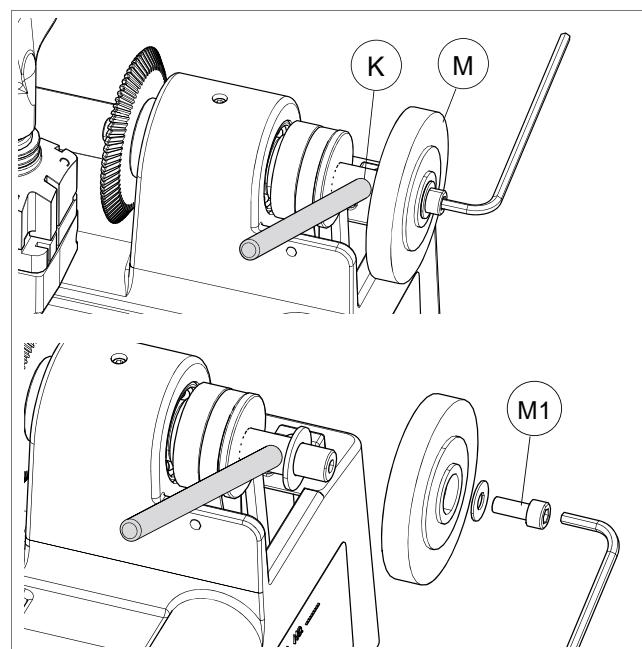

Fig. 29
- 2) Introduzca la barra de sujeción (en dotación), en el lugar a propósito (K) del árbol fresa (Fig. 29).
- 3) Sirviéndose de una llave Allen afloje el tornillo (M1) que sujetta el cepillo (M) (Fig. 29).
- 6) Monte el cárter (L) fijándolo con los 3 tornillos (L1).